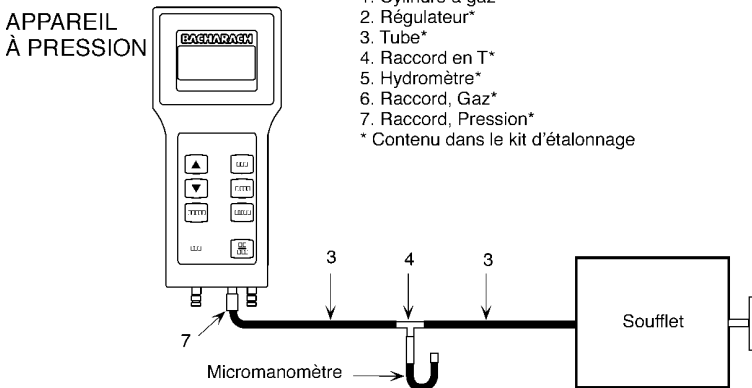

Figure 5-1. Matériel d'étalonnage
Assemblez le dispositif adéquat requis pour la procédure d'étalonnage à effectuer tel qu'il apparaît dans la Figure 5-1.
3. A l'aide de l'appareil à gaz figurant dans la Figure 5-1, branchez le cylindre d'étalonnage à gaz à la bouche d'entrée de gaz de l'analyseur.